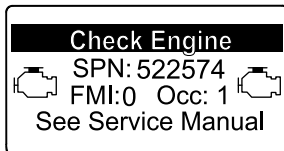

Figura 60
- Aviso do motor SPN 522574, FMI: 0 (Figura 60)